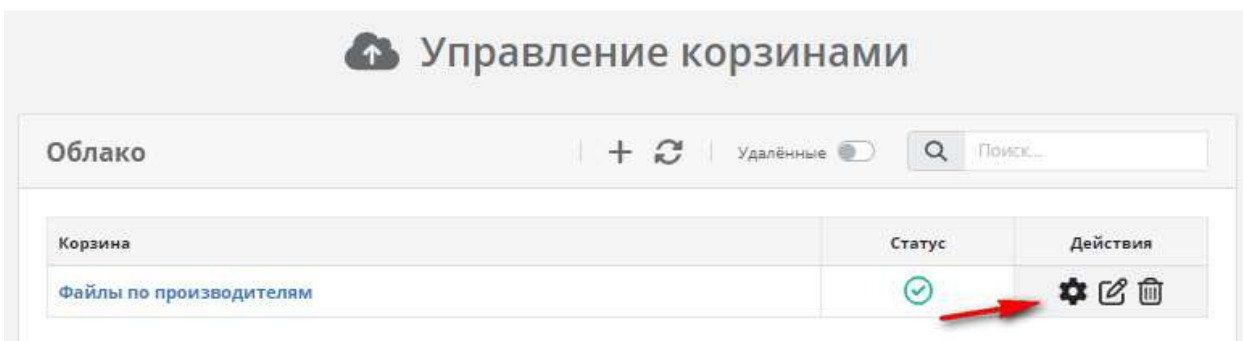
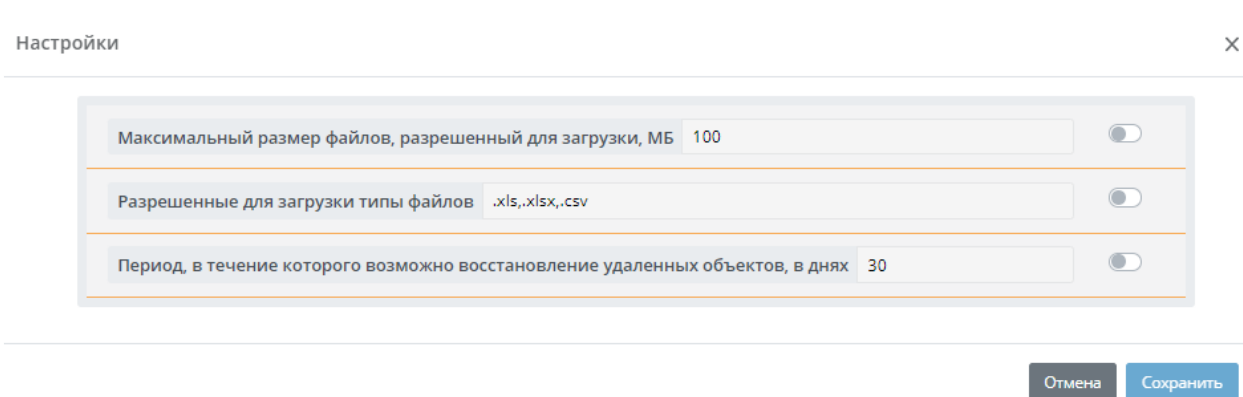

Рисунок 55. Кнопка настройки параметров корзины
Рисунок 56. Настройки корзины
3) В случае необходимости можно настроить параметры корзины (Рисунок 56), нажав кнопку в виде шестерёнки (Рисунок 55).